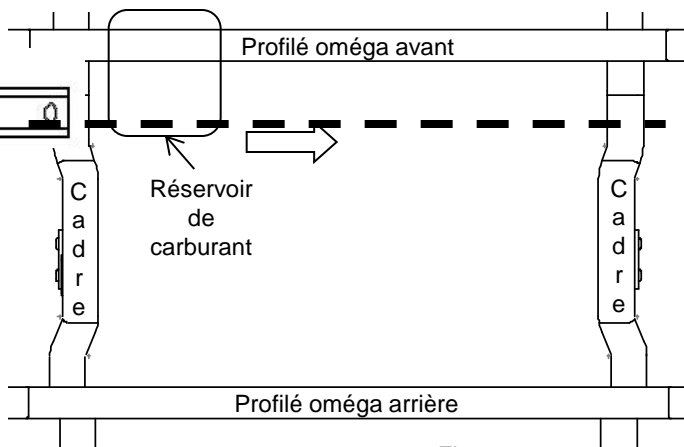

Figure 9
16. Insérer les traverses (#1) selon les étapes suivantes (Figures 9 à 11). Insérer les traverses côté plat vers le haut.
Étape 16A : Insérer la première traverse de montage depuis la roue arrière côté conducteur, bien au-dessus du cadre. Appuyer la traverse sur les deux longerons de châssis (Figure 9).